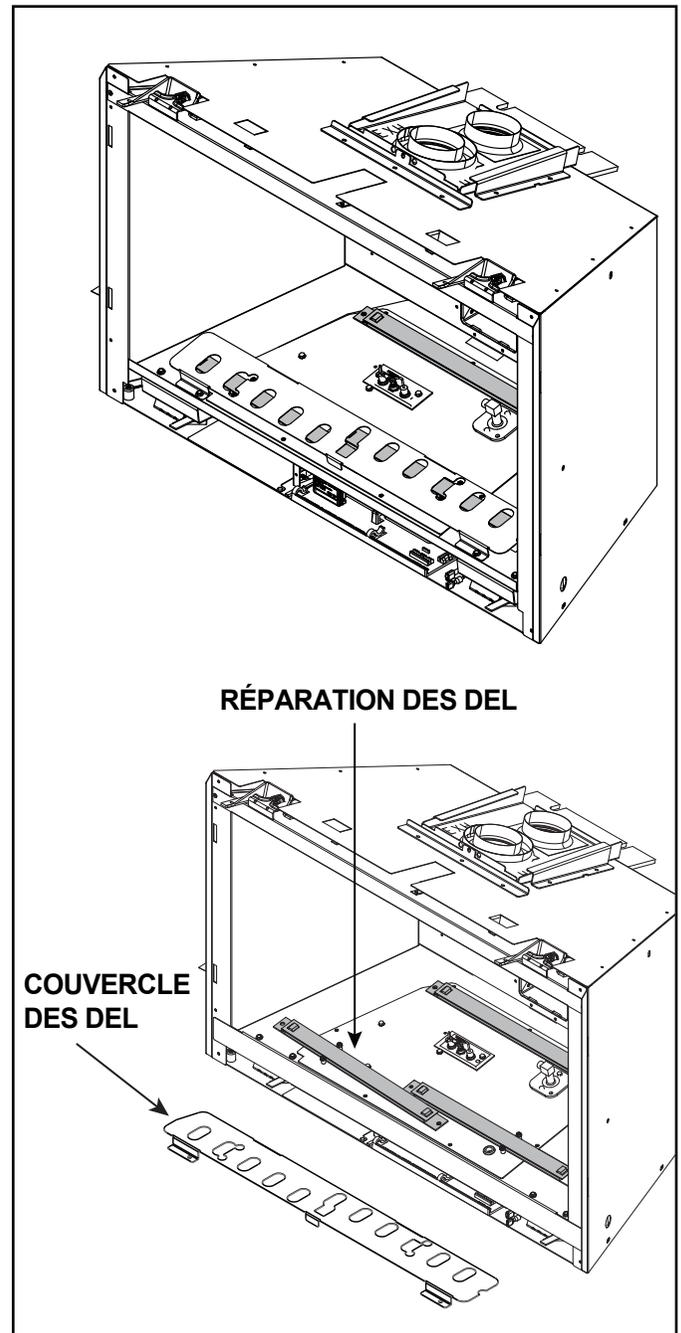

Figure 6.6 Entretien des DEL
1. Retirez la façade décorative, l'assemblage de la vitre, les bûches, le support en verre, l'ensemble de protection de la veilleuse, le module du brûleur et l'ensemble plateau de base, voir figure 6.6.
4. Réinstallez le capot des DEL (bouclier thermique). Voir Figure 6.6.